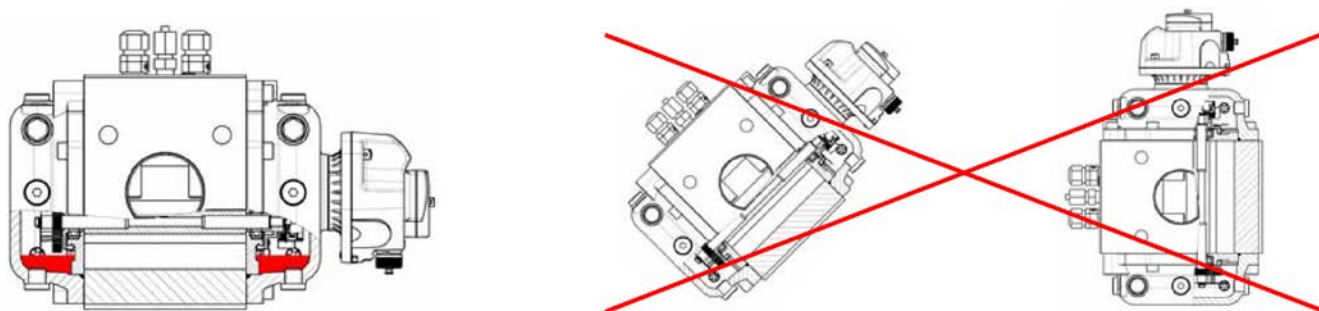

Рис. 1.
- 3.4. **Оси роторов счетчика должны быть в горизонтальном положении**, максимальный допустимый наклон оси  $\pm 5^\circ$  (см. рис. 1).